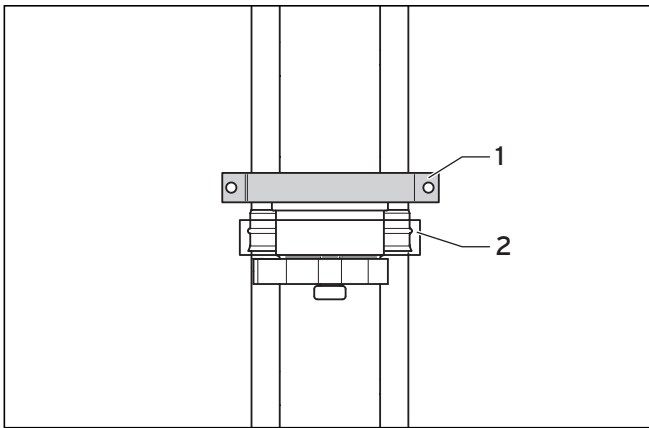

Abb. 4.77 Kürzbare Verlängerung mit Außenwandhalter
- Bauen Sie eine zusätzliche Wandhalterung (1) ein, damit das System nicht durch Windlasten getrennt und gelöst werden kann.
- Montieren Sie unmittelbar oberhalb der kürzbaren Verlängerung einen zusätzlichen Wandhalter (1), wie in Abb. 4.77 dargestellt.